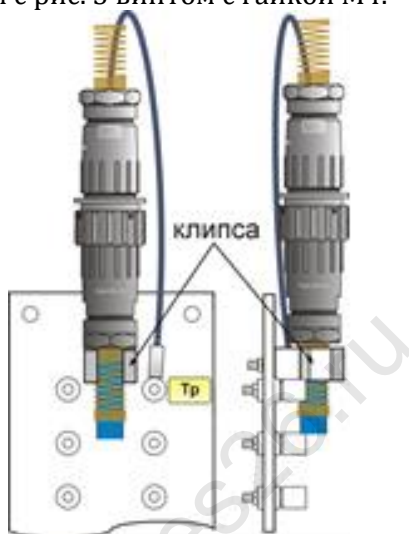

Рис. 3
7.13 При необходимости фиксации разъема на панели КИПа используется клипса, входящая в комплект поставки. Клипса крепится на панель в соответствии с рис. 3 винтом с гайкой М4.